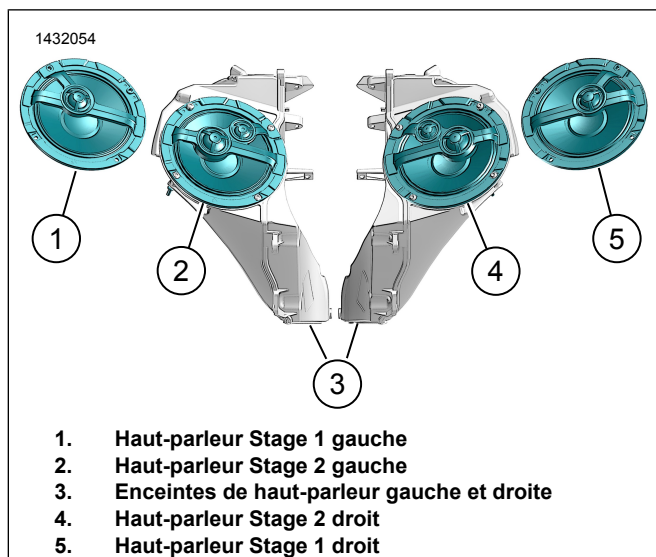

Figure 3. Orientation des haut-parleurs (typique)
- a. Voir la Figure 3. Orientez le haut-parleur à l'enceinte.